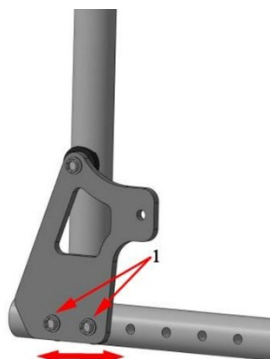

Рис.1.3
5.3 Спинка коляски регулируется по горизонтали. Для регулировки спинки по горизонтали открутите болты (поз.1, рис.1.3) отрегулируйте спинку на необходимый размер, закрутите болты. При переустановке спинки по глубине – необходимо переместить на такое же расстояние передний ловитель подлокотника и сидения.